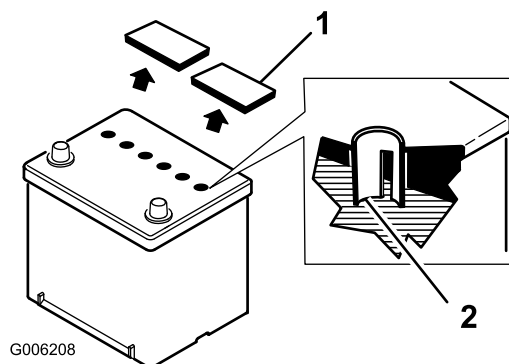

Figura 39
- Retire los tapones de ventilación de la parte superior de la batería y examine las células. El electrolito debe llegar hasta la parte inferior del tubo en cada célula (Figura 39).
2. Retire los tapones de ventilación y vierta lentamente agua destilada en cada célula hasta que el nivel llegue hasta la parte inferior del tubo en cada célula (Figura 39).